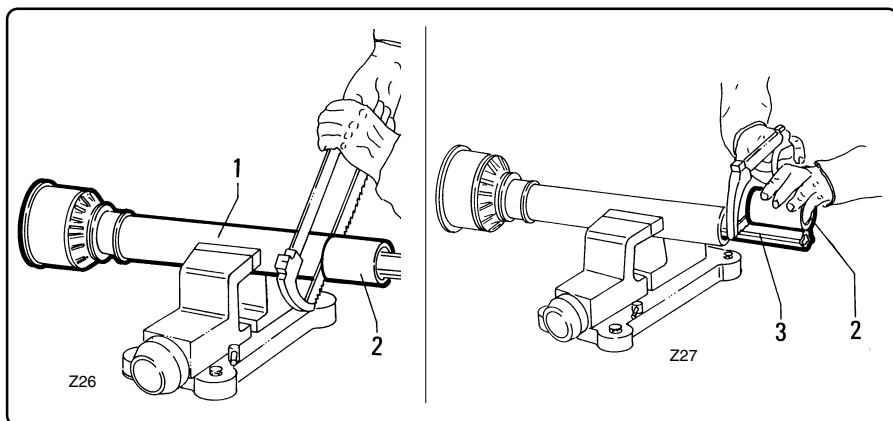

fig. 4.3.2
- *First cut shield "1" fig. 4.3.2 and, use part "2" as a reference to cut the splined shaft.*
- Procedere prima al taglio della protezione "1" fig. 4.3.2 e usare lo spezzone "2" come riferimento per il taglio a misura dell'albero scanalato.